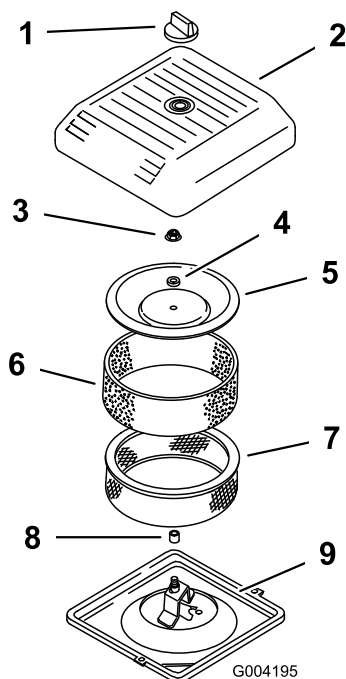

Figura 43
3. Desenrosque el pomo y retire la cubierta del limpiador de aire (Figura 43).
4. Deslice cuidadosamente el prefiltro de gomaespuma para separarlo del elemento de papel (Figura 43).
5. Desenrosque la tuerca de la tapa y retire la tapa, el espaciador y el filtro de papel (Figura 43).
2. Coloque el conjunto del limpiador de aire sobre su base (Figura 43).
3. Instale la tapa y el espaciador y fíjelos con la tuerca de la tapa (Figura 43). Apriete la tuerca a 11 Nm.
4. Instale la cubierta del limpiador de aire y fíjela con el pomo (Figura 43).